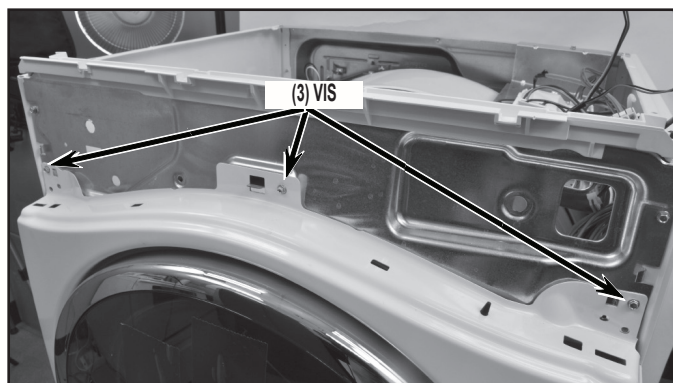

FIGURE 7
9. Ôter les trois (3) vis au sommet du panneau de façade (vis identifiées à la *Figure 7*).